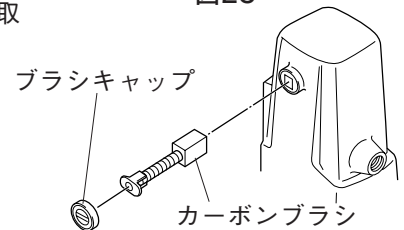

図26
- (1) ブラシキャップをマイナスドライバーではずしてください。(図26)
- (2) 磨耗したカーボンブラシを取り出し、新品と交換して、ブラシキャップを取り付けてください。(図26)
- (3) 交換後は、10分程度無負荷運転をしてください。